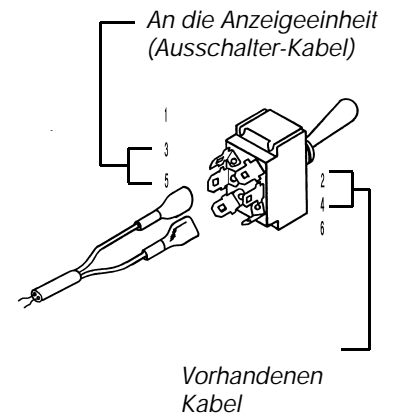

Abb. 1
3. Schließen Sie das Ausschalter-Kabel an Anschlüsse 3 und 5. Ist der Schalter in der oberen (AUS = OFF) Stellung, sind diese Kontakte geschlossen und unterbrechen die Aufzeichnung des Messgeräts (siehe Abb. 1).